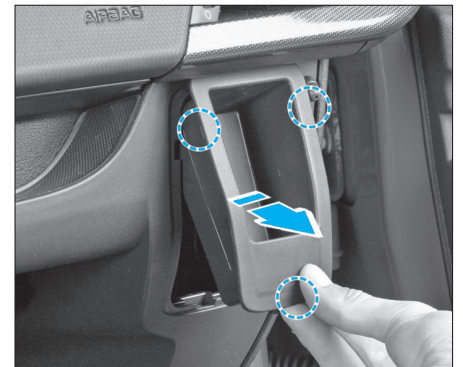

Fig. 4
- Déposer le vide poche, maintenu par 3 agrafes (Fig.4).